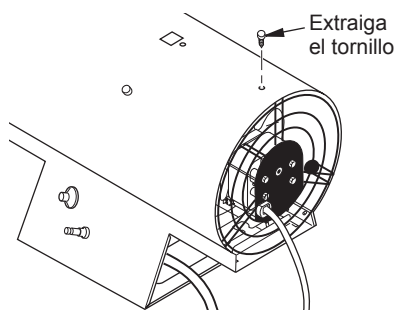

Figura 3 - Extracción del tornillo de la parte superior del resguardo del ventilador
1. Extraiga el tornillo de la parte superior del resguardo del ventilador (consulte la figura 3). Deseche el tornillo.
3. Coloque la manija sobre el orificio y el clip. Inserte dos tornillos (proporcionados con la manija) a través de la manija y apriételos hacia la cubierta. (consulte la figura 3). Asegúrese de que el tornillo posterior atraviese la cubierta hacia el resguardo del ventilador. Apriete los tornillos firmemente.